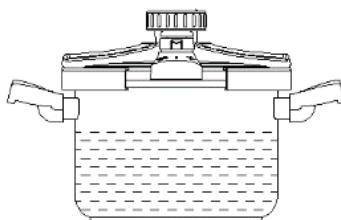

Fig. 3
- Menos de 2/3 da altura do fogão para alimentos não expansivos, como carne, vegetais, etc. (Fig. 3)